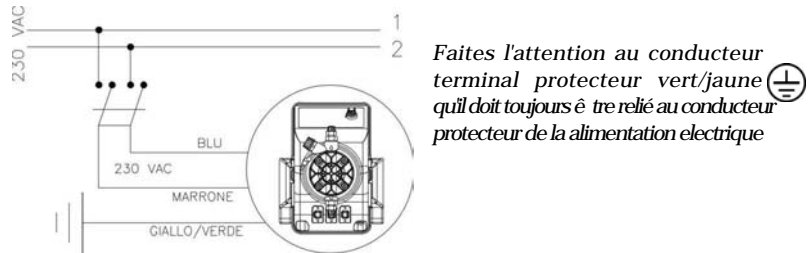

Fig. 4
- 1) S'assurer qu'elle est débranchée du réseau électrique (les deux polarités) en retirant les conducteurs des points de contact du réseau en séparant les contacts d'une distance minimum de 3 mm (fig. 4).
- 1) S'assurer qu'elle est débranchée du réseau électrique (les deux polarités) en retirant les conducteurs des points de contact du réseau en séparant les deux fils d'une distance minimum de 3 mm (fig. 4).
- b. - Respecter les normes en vigueur dans les différents pays pour ce qui est de l'installation électrique (fig. 4). Si le câble électrique n'a pas de fiche électrique, l'appareil doit être relié au réseau d'alimentation par l'intermédiaire d'un interrupteur omnipolaire sectionneur ayant une distance minimum entre les contacts de 3 mm. Avant d'accéder aux dispositifs de raccordement, tous les circuits d'alimentation doivent être coupés.